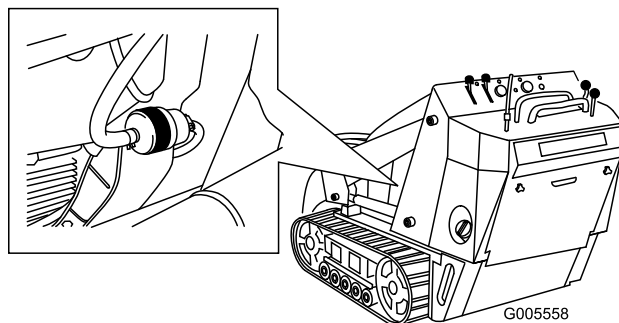

Figura 40
4. Bloquee los tubos de combustible en ambos lados del filtro de combustible (Figura 40).
5. Apriete los extremos de las abrazaderas y deslícelas por el tubo alejándolas del filtro (Figura 40).